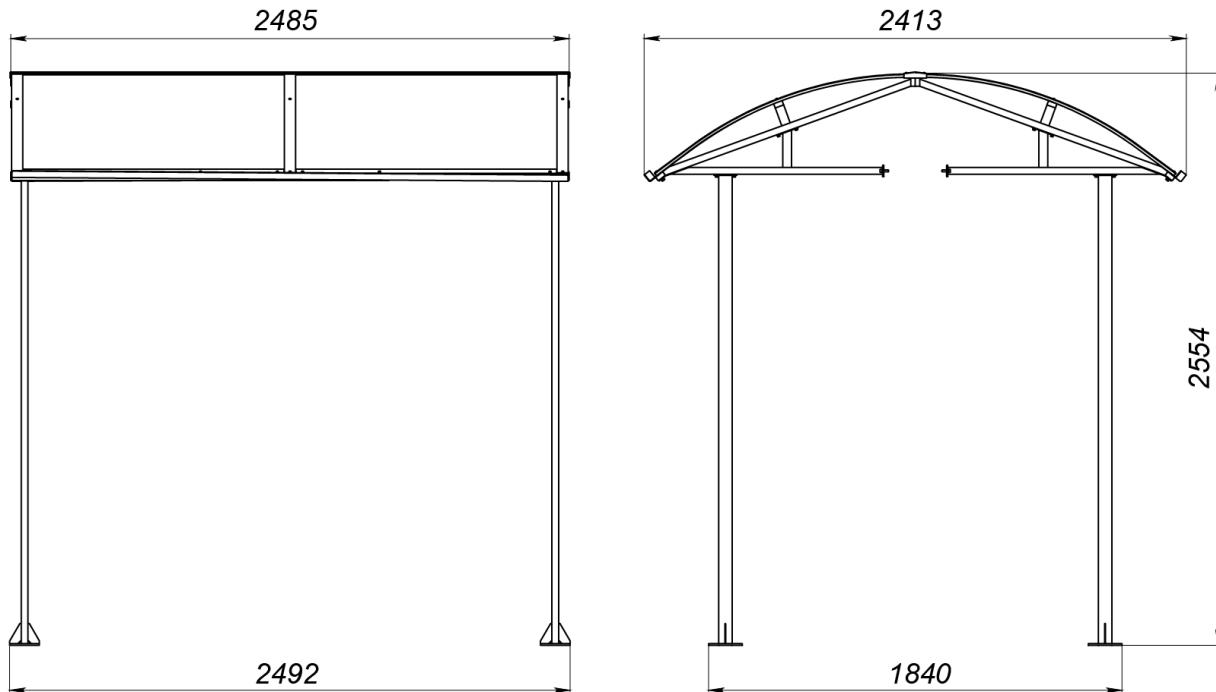
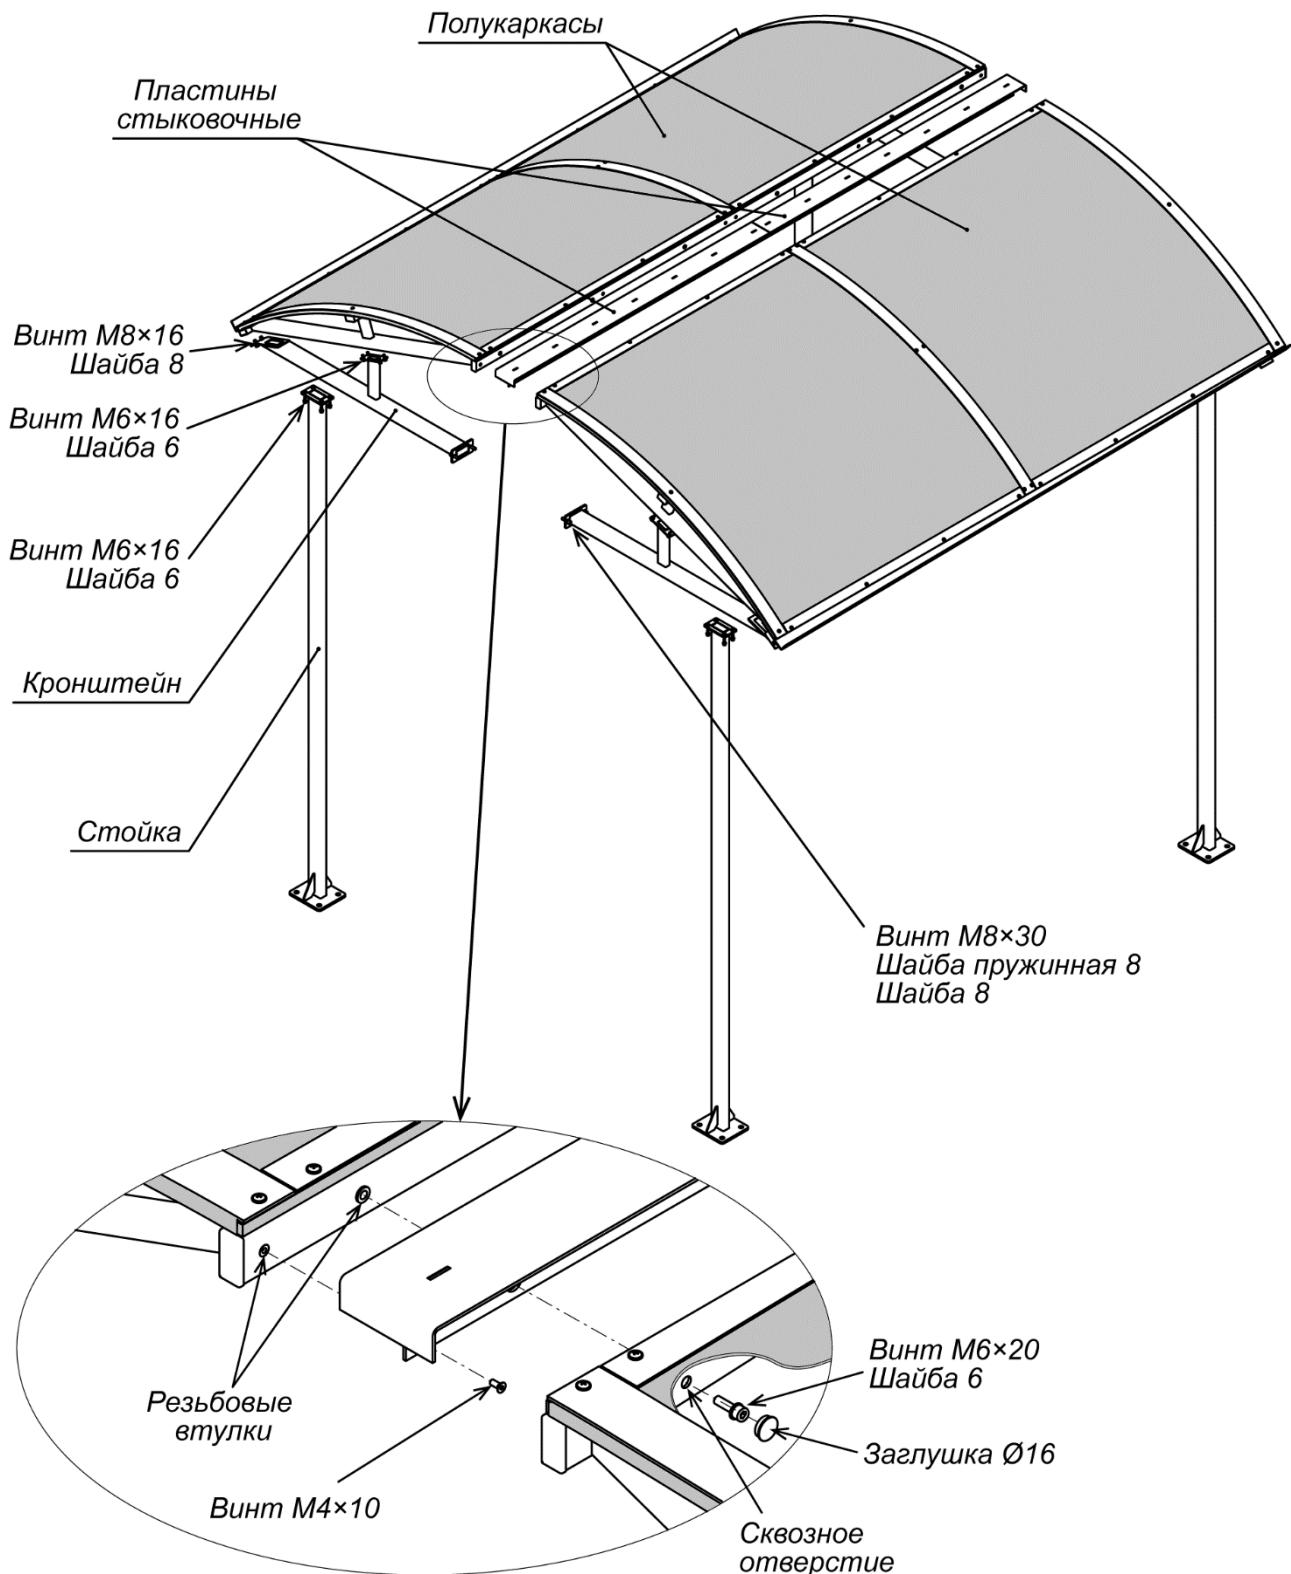
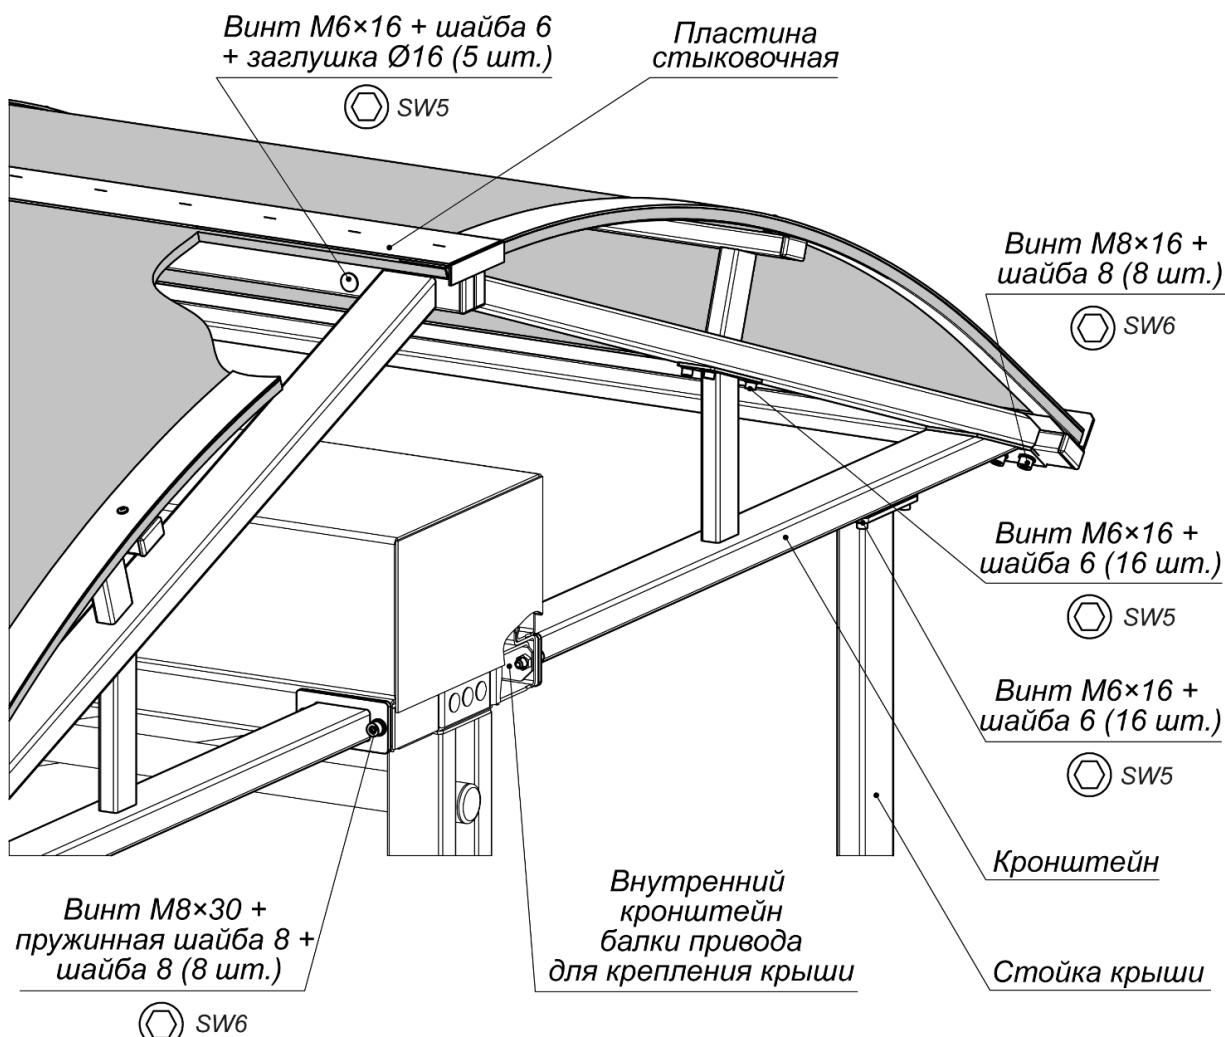

Рисунок 1. Габаритные размеры крыши
Рисунок 2. Устройство крыши
Рисунок 4. Монтаж крыши к балке привода турникета
¹ Габаритные размеры крыши указаны на рис. 1.
Устройство крыши показано на рис. 2. Габаритные размеры крыши показаны на рис. 1.
7. Поднимите кронштейн на верхнюю горизонтальную площадку стойки, совмещая крепежные отверстия и отверстия в стойках и сориентировав фланец кронштейна на боковой поверхности балки привода турникета. Зафиксируйте кронштейн винтами M6×16 с шайбами на каждой стойке, ключ SW5 (см. рис. 4).
8. Закрепите кронштейн двумя винтами M8×30 с пружинными и плоскими шайбами к балке привода турникета, ключ SW6 (см. рис. 4). Затяжка болтов – предварительная. Стык фланца кронштейна и балки привода турникета перед затяжкой винтов рекомендуется герметизировать силиконовым герметиком.
10. Выберите полукаркас, в верхнем профиле которого впрессованы резьбовые втулки (см. рис. 2). Установите его на кронштейны с одной из сторон турникета **PERCo-RTD-20**, зафиксировав его восемью винтами M6×16 с шайбами (ключ SW5) и четырьмя винтами M8×16 с шайбами (ключ SW6) (см. рис. 4).
11. Закрепите две пластины стыковочные на установленном полукаркасе крыши шестью винтами с потайной головкой M4×10 (ключ SW3) (см. рис. 2).
13. Соедините верхние профили полукаркасов винтами M6×20 с шайбами – 6 шт. (ключ SW5) для получения прочной конструкции (см. рис. 2). Отверстия под головки болтов заглушите заглушками Ø16 мм.